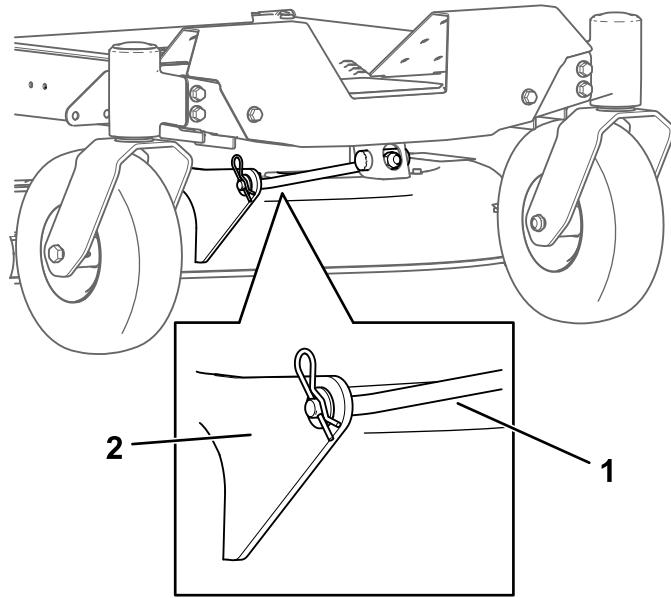

Рисунок 72
- Снимите шплинт с переднего опорного стержня и снимите стержень с кронштейна деки (Рисунок 72).
8. Прикрепите передний опорный стержень к деке газонокосилки с помощью шплинтуемого штифта и шплинта (Рисунок 72).